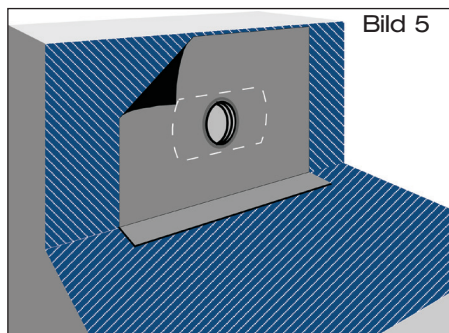

Bild 5
1.5 Bei bituminösen Dampfsperrbahnen sind Decke und Wand mit Bitumen-Voranstrich zu versehen (Bild 5).